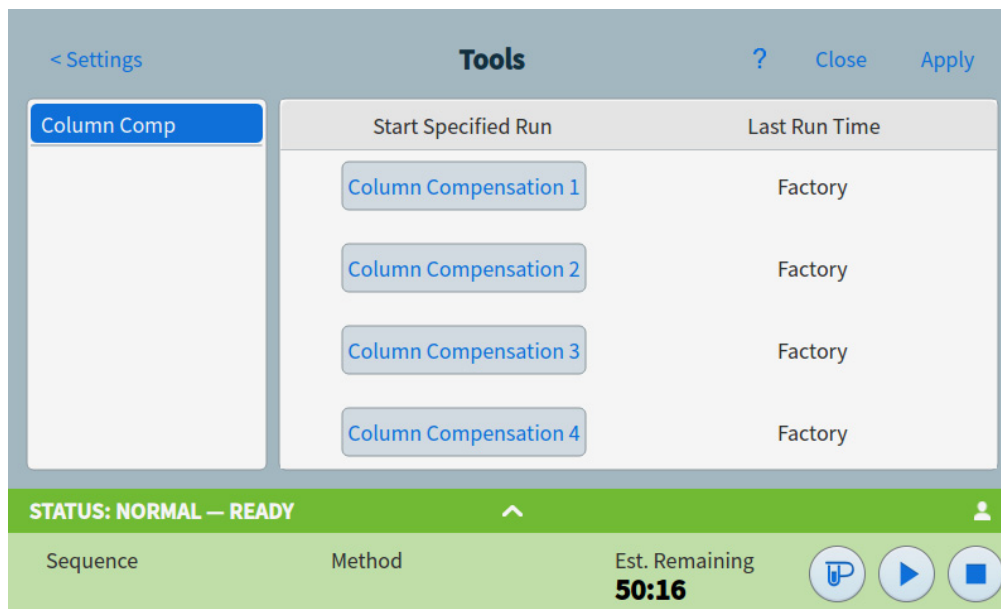

Figure 49. Page Outils
La page Outils vous permet d'effectuer des cycles de compensation de colonne pour les colonnes installées sur le CPG. Voir **Figure 49**.
- 1 Avec la page Outils affichée comme indiqué sur la **Figure 49**, sélectionnez la **Compensation de colonne** souhaitée dans la colonne **Démarrer le cycle spécifié**. Le CPG effectue le cycle de compensation de colonne. Aucune injection ne se produit dans le cadre de ce cycle.